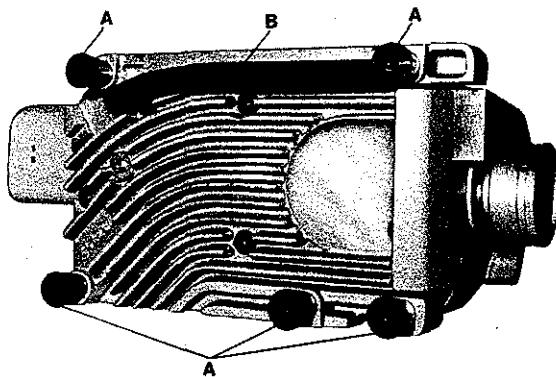

Fig.1
1. After unpacking of sewing machine with accessories and sewing table, insert the five rubber isolators (A, Fig. 1) in the provided holes in the table board and insert the rubber profile (B), as shown, in the base plate of the sewing machine.
1. Nach dem Auspacken von Nähmaschine mit Zubehör und Nähisch setzen Sie die fünf Gummisolatoren (A, Fig. 1) in die dafür vorgesehenen Bohrungen in der Nähischplatte ein und legen den Profilgummi (B), wie gezeigt, in die Grundplatte der Nähmaschine.